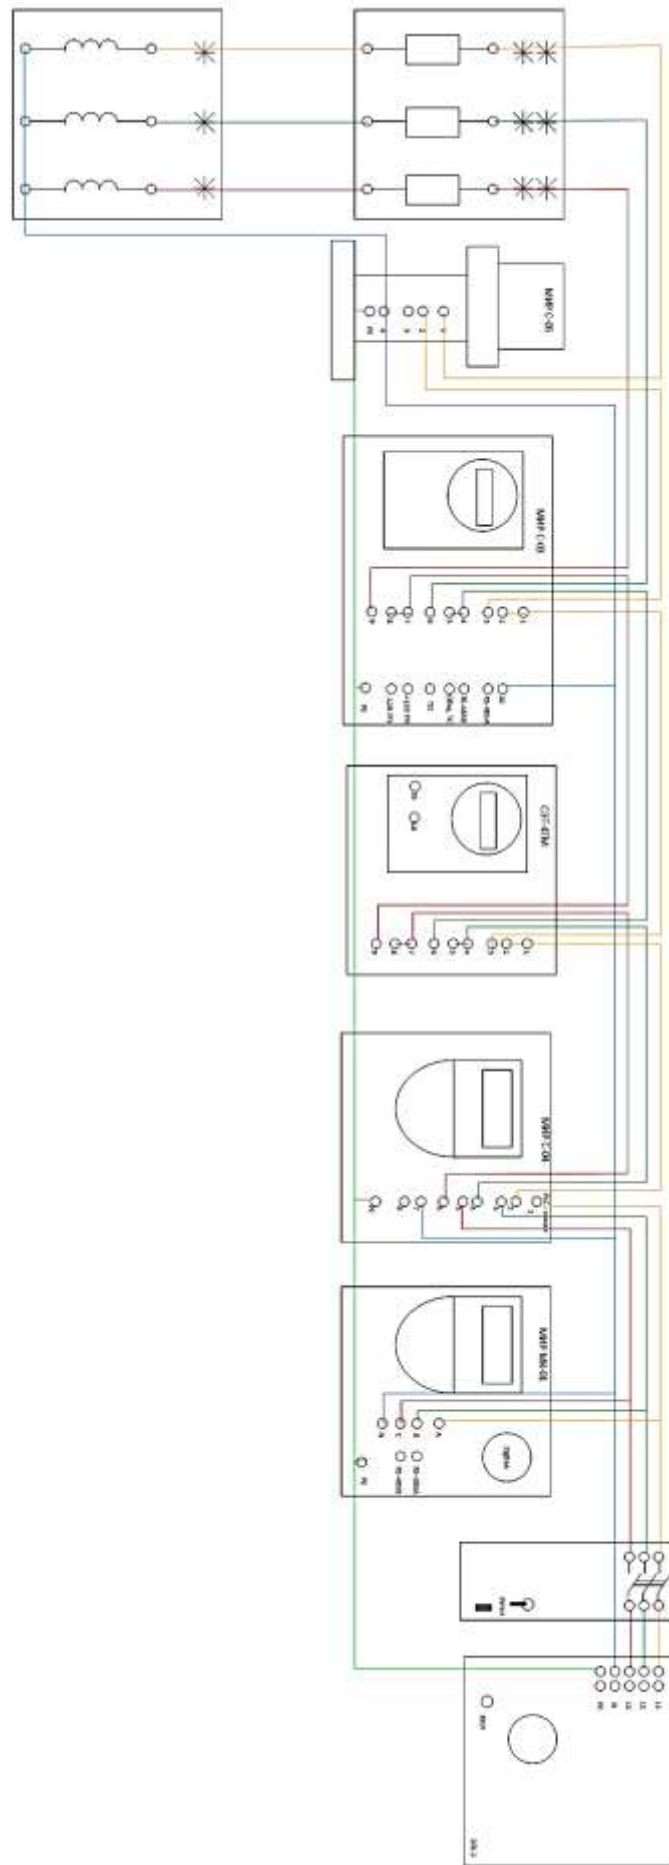
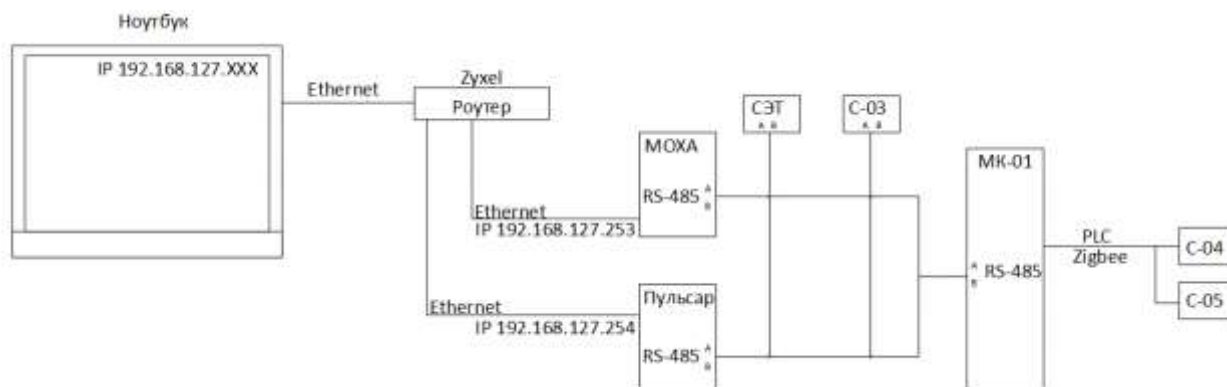

Рис. 57. Схема эксперимента
Рис. 58. Схема организации каналов связи
1. Собрать схему эксперимента (рис. 57) и схему организации каналов связи (рис. 58).